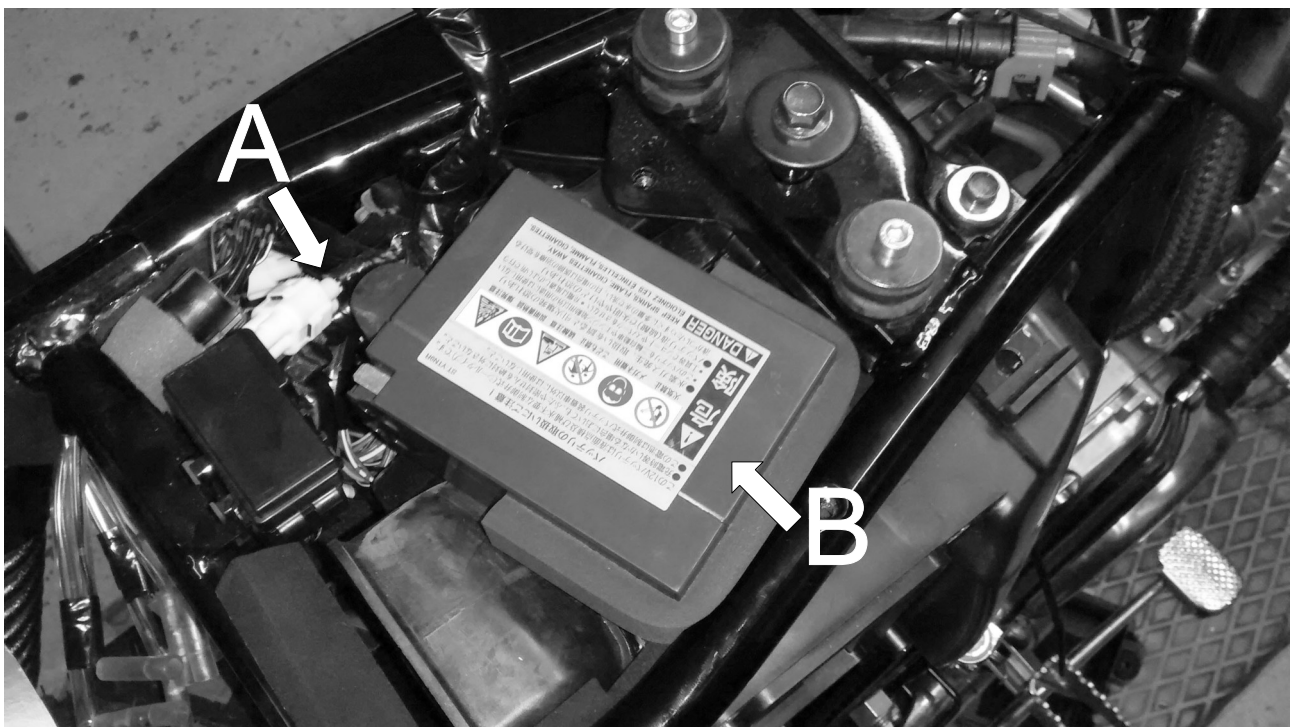

Abbildung 2 / Picture 1
- Den Batteriekasten demontieren. Den beiliegenden Gummipuffer mit Gewindestück in das nun frei gewordene M6 Gewinde von Hand fest einschrauben (Markierung „A“ in Abb.:2). Den selbstklebenden Zellgummistreifen mittig wie abgebildet auf die Batterie kleben (Markierung „B“ in Abb.:2). Die Batterie kann nun sicher zwischen Gummipuffer und Rahmen geklemmt werden, wobei der Kontakt zum Rahmenrohr ausschließlich über den Zellgummistreifen hergestellt wird.